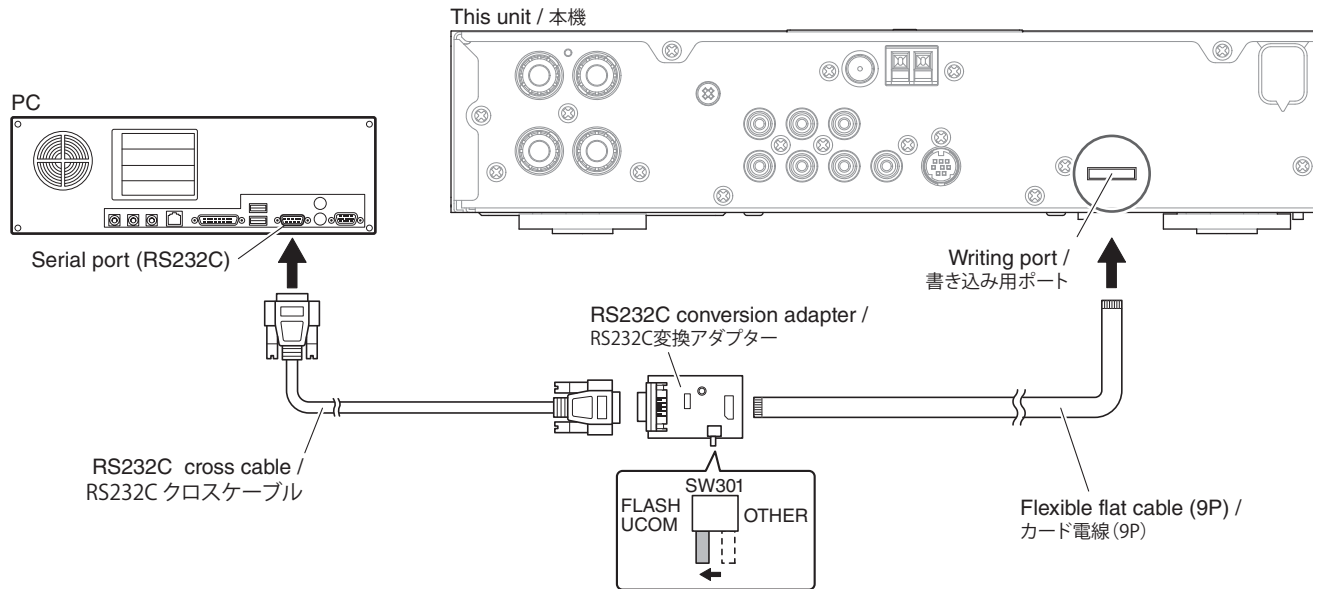

Fig. 1
1. Set the switch (SW301) of RS232C conversion adapter to the "FLASH UCOM" position. (Fig. 1)
2. Connect the writing port (CB9 of FRONT P.C.B.) of this unit to the serial port (RS232C) of the PC with RS232C cross cable, RS232C conversion adapter and flexible flat cable as shown below. (Fig. 1)
1. RS232C 変換アダプターのスイッチ (SW301) "FLASH UCOM" 側に設定します。(Fig. 1)
2. 本機の書き込み用ポート (FRONT P.C.B. の CB9) と PC のシリアルポート (RS232C) を下記のように接続します。(Fig. 1)